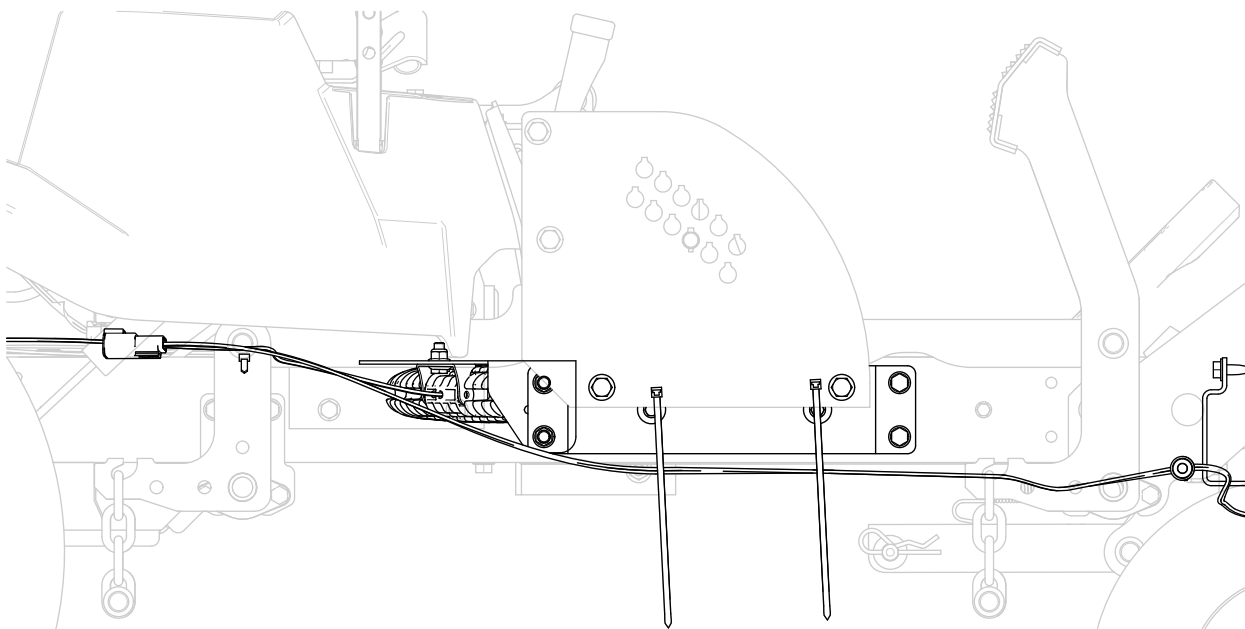

Bild 12
7. Verlegen Sie den Kabelbaum dann entlang der rechten Seite der Maschine und befestigen Sie den Kabelbaum mit zwei Kabelbindern an der Hubplatte (Bild 12).